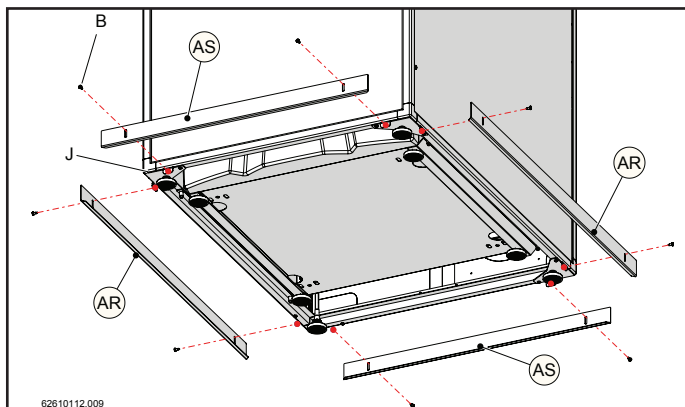

Figure 15-30
16.- Appliquer les couvertures (AR) et (AS) sur le cadre inférieur "J" avec les vis "B", comme le montre dans les figures 15-30 e 15-31.